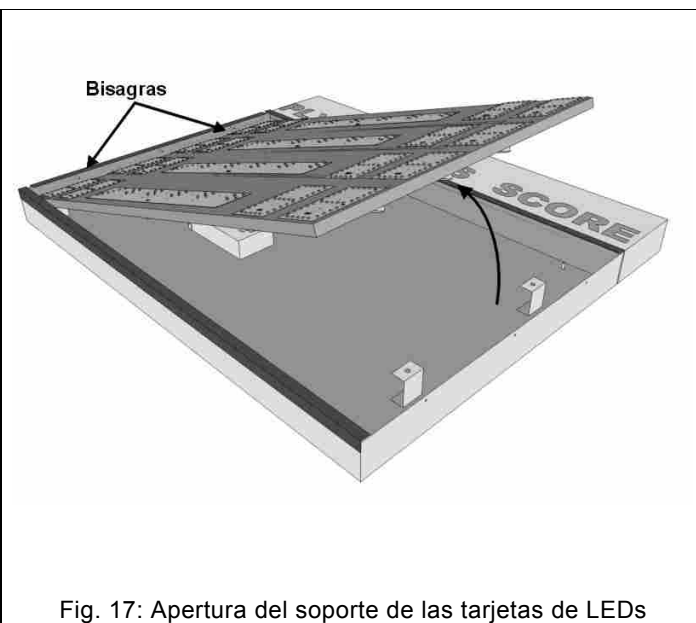

Fig. 17: Apertura del soporte de las tarjetas de LEDs
5. Abra el soporte donde están montadas las tarjetas de LEDs (Fig. 17) haciendo palanca en las bisagras del lado izquierdo.